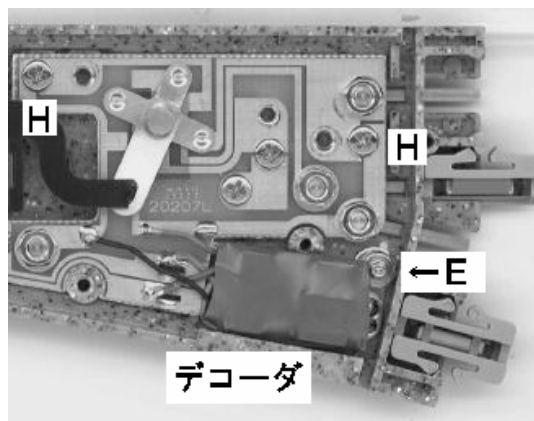

図 4-2 4 番ポイント(左)への取付例
5. ポイントを「非選択式」にするために、H のネジを図 4-2 の位置に付け替えます。